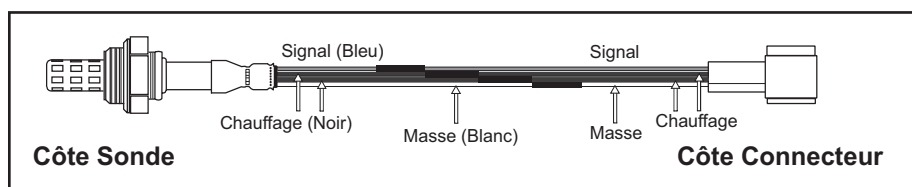

fig. 3
- Centrer la conduite thermo-rétractable sur les connecteurs et appliquer de la chaleur afin de rendre le branchement étanche et d'éviter que l'eau n'y pénètre. (Voir fig. 3)